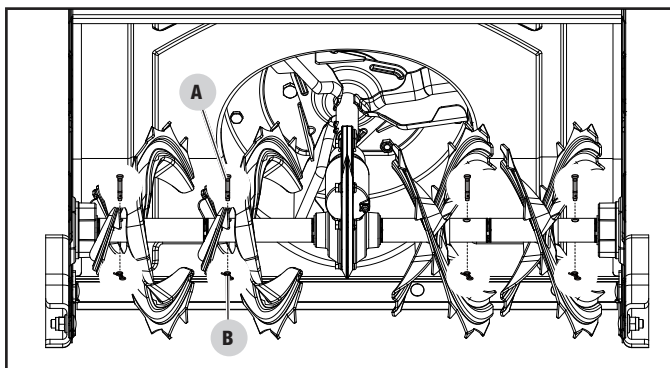

Figura 28A
La Figura 28A muestra la carcasa del sinfín. Los sinfines se aseguran a la transmisión del sinfín con pasadores de seguridad (A) y clips (B). El quitanieves está diseñado para que los pasadores de seguridad se rompan si el sinfín golpea un objeto extraño o bloque de hielo.